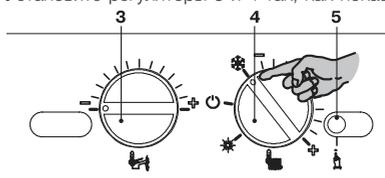
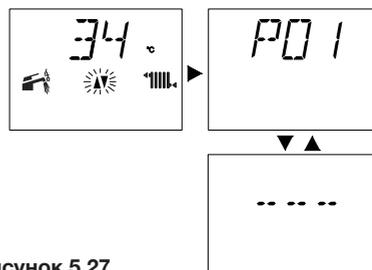
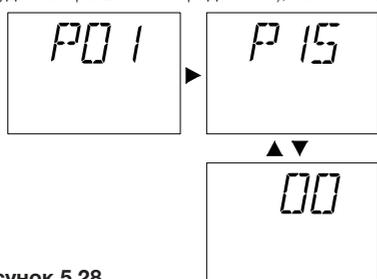

Рисунок 5.25
Рисунок 5.27
Рисунок 5.28
5.24), войдите в режим программирования, нажав и удерживая в течение 15 секунд кнопку сброса 5 (Рисунок 5.25), пока на ЖК-дисплее не появится параметр P01. На ЖК-дисплее последовательно отобразятся следующие символы (параметр P01.будет загораться поочередно). См. Рис. 5.27.
- Нажмите кнопку сброса 5 (Рисунок 5.25) и пролистайте параметры, пока не дойдете до параметра P15, предназначенного для настройки коэффициента K. На ЖК-дисплее последовательно отобразятся следующие символы (параметр P15 будет загораться поочередно с 00), см. Рис. 5.28.